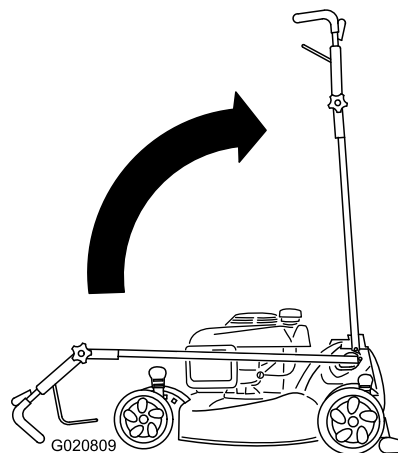

Figure 52
2. Amenez le guidon à la position verticale (Figure 52).